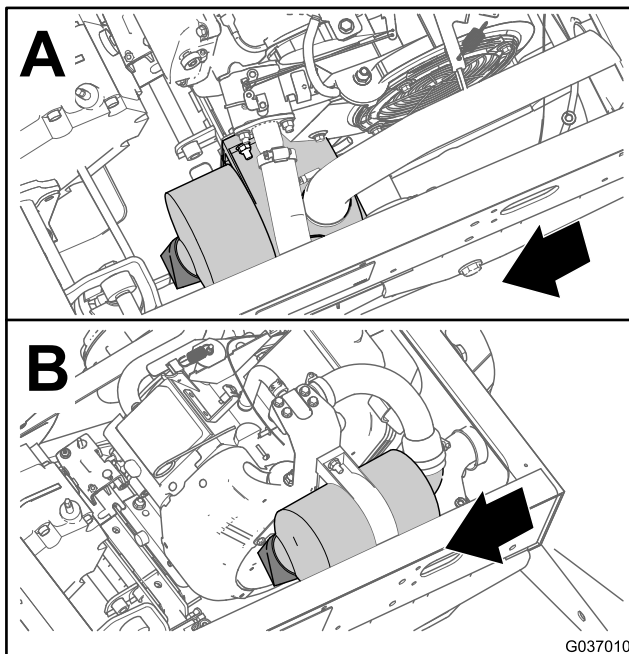
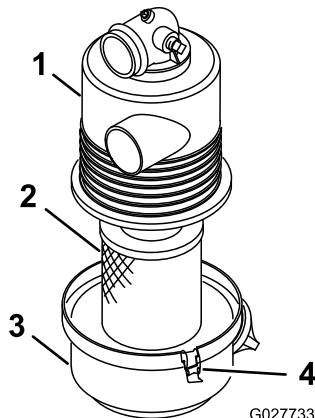

Figure 30
Figure 31
- Vérifiez si le boîtier du filtre à air présente des dommages susceptibles d'occasionner des fuites d'air (Figure 30 et Figure 31).
3. Desserrez les dispositifs de verrouillage qui fixent le couvercle sur le boîtier du filtre à air (Figure 31).
4. Séparez le couvercle du boîtier du filtre à air et nettoyez l'intérieur du couvercle (Figure 31).
3. Insérez l'élément filtrant dans le boîtier du filtre à air (Figure 31).
4. Alignez le couvercle du filtre à air sur le boîtier (Figure 31).
5. Fixez le couvercle au boîtier avec les dispositifs de verrouillage (Figure 31).